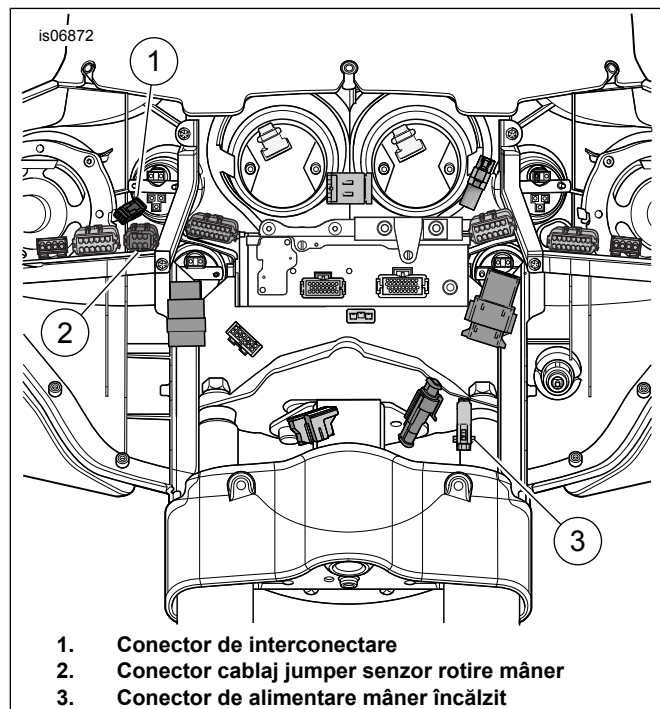

Figura 6. Cablaj carenaj (modele FLH)
- A se vedea figura 6. Conectați conectorul de alimentare la jumătate între mânerul din stânga și conectorul de alimentare al mânerului (3).
A se vedea figura 6. Conectorul de alimentare pentru mâner (3) are un capac care trebuie îndepărtat înainte de conectarea la cablajul vehiculului.
- Conectați (1) la conectorul mânerului din partea stângă.
- c. Conectați conectorul TGS al cablajului principal de la cablajul jumper la conector (2).
5. Conectați jumătatea conectorului mânerului încălzit de la mânerul din stânga la conectorul de interconectare al mânerului încălzit din partea dreaptă (1).